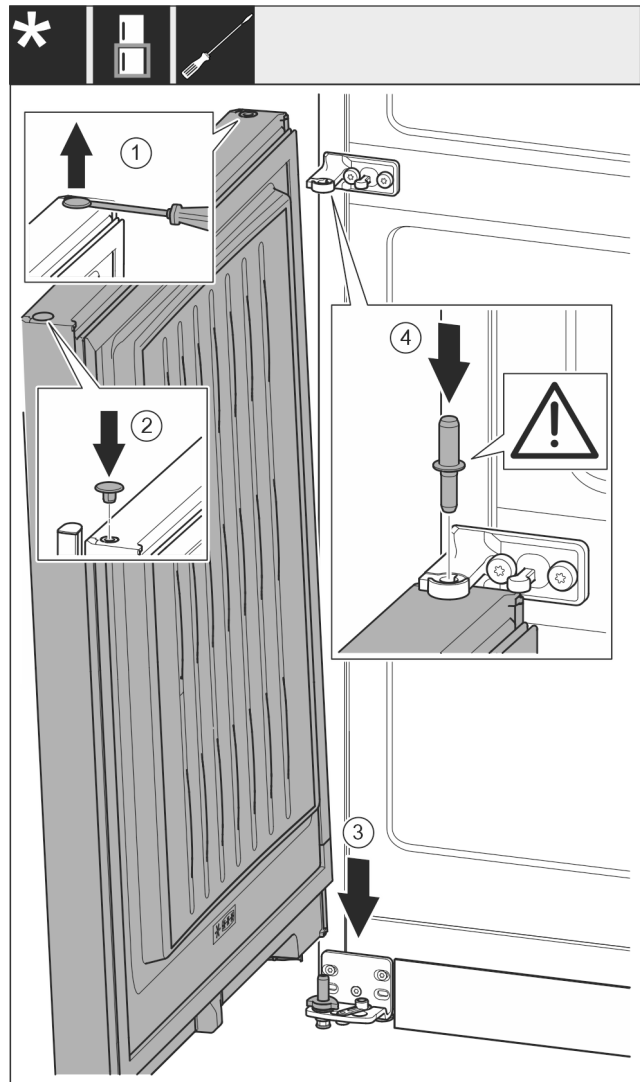

Fig. 23
- Til de plug voorzichtig Fig. 23 (1) op met een platte schroevendraaier en trek hem er uit.
- Plug Fig. 23 (2) aan de andere deurzijde er weer insteken.
- Deur Fig. 23 (3) van bovenaf op de onderste lagerbouten plaatsen.
- Lagerbout midden Fig. 23 (4) door lagerbok midden in de onderste deur steken. Let hierbij op dat het vergrendelingslipje naar achteren wijst.